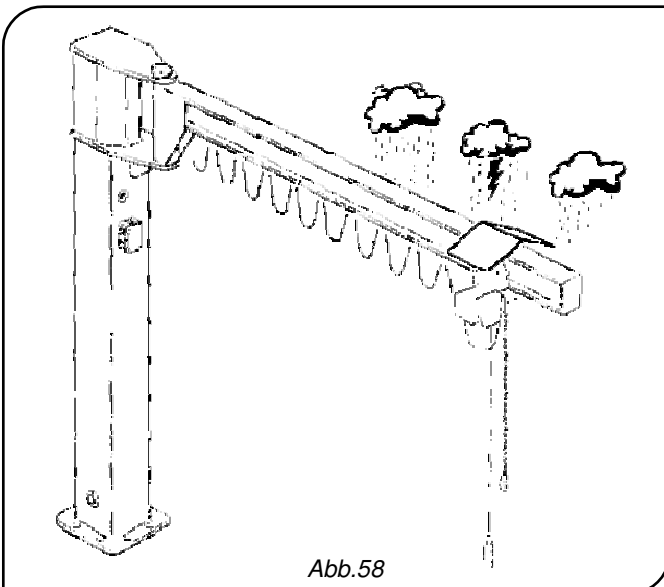

Abb.58
- **Verwendung im Freien:** Der Schwenkkran kann während und nach der Verwendung Witterungseinflüssen ausgesetzt sein. Die Elektroteile des Zugs und der Katze müssen den Schutzgrad IP55 aufweisen; es wird außerdem empfohlen, den Zug und die Katze mit Überdachungen/Schutzdächern zu schützen (Abb.58). Zur Vermeidung von Oxidation die Struktur angemessen behandeln und die Rotationsmechanismen einschmieren. Die Verwendung des Schwenkkrans im Freien ist erlaubt, sofern keine außergewöhnlichen Naturgewalten auftreten, die die vorgesehenen Lastwerte verändern könnten, wie zum Beispiel: prasselnder Regen, starker Schneefall, Unwetter mit starkem Wind usw.